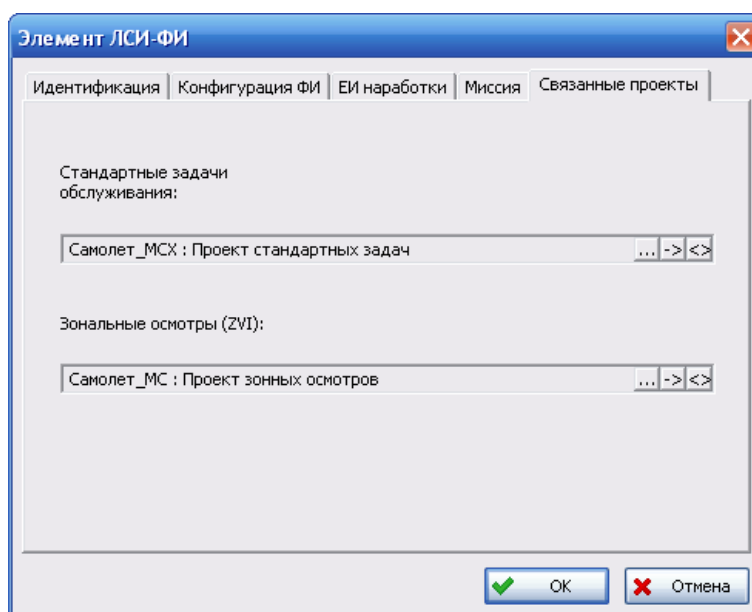

Рис. 1-6
4. В появившемся окне элемент ЛСИ-ФИ перейдите на вкладку **Связанные проекты** (рис. 1-6).